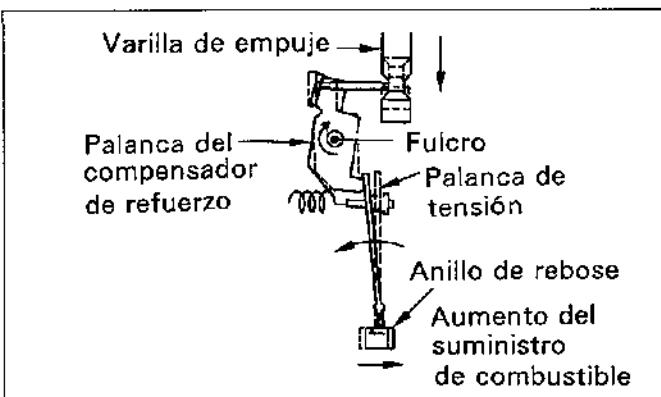

Figura.9-38 Cuando la presión de refuerzo aumenta
- ① La presión de la parte superior de la cámara de diafragma aumenta y mueve el diafragma hacia abajo venciendo la fuerza del resorte. Luego el diafragma se mueve hacia una posición donde las fuerzas de la presión y el resorte se equilibran.
- ② La varilla de empuje se mueve hacia abajo junto con el diafragma.
- ③ En este momento, el pasador de conexión de la palanca se mueve hacia la derecha y a lo largo de la forma cónica hacia la posición de reposo.
- ④ La palanca de tensión presiona el pasador de conexión hacia la varilla de empuje a través de la palanca del compensador de refuerzo. Por lo tanto, cuando la varilla de empuje se mueve desde la posición alta a la posición baja, el pasador de conexión se mueve hacia la derecha como se muestra en la figura.9-38.
- ⑤ Como resultado, la parte superior de la palanca de tensión se mueve hacia la izquierda, moviendo el anillo de rebose hacia el lado de más combustible.
- ① Cuando la presión dentro del diafragma aumenta más, la varilla de empuje se mueve más hacia abajo causando que el punto de contacto del pasador de conexión sea la parte superior de la parte cónica de la varilla de empuje.
- ② Como resultado, el pasador de conexión se desliza hacia la izquierda y por lo tanto el compensador de refuerzo gira hacia la izquierda. Esto causa el giro hacia la derecha de la palanca de tensión, haciendo que el anillo de rebose se mueva en la dirección donde la cantidad de suministro se reduce.